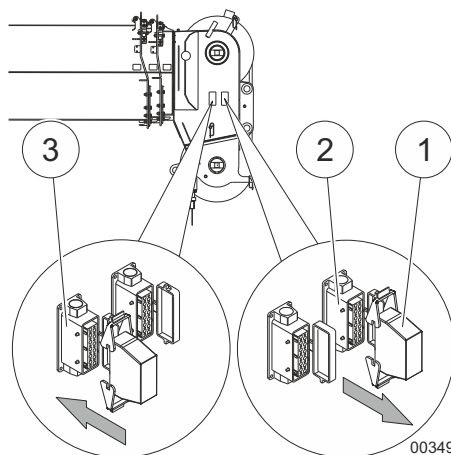

Fig. 155 Inserção do plugue de derivação na lança telescópica
11 Remova o plugue de contorno (1) na Fig. 155 da bucha direita (2) na Fig. 155 e conecte-o à bucha esquerda (3) na Fig. 155.